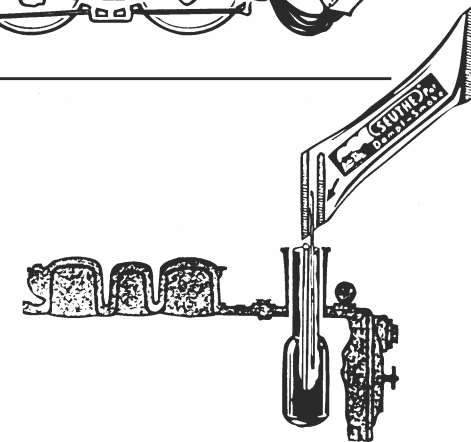

Fig. 10
**Ausführung für Wechselstrom:** siehe Fig. 10 + (I - XX).
**Version en courant alternatif:** voir fig. 10 + (I - XX).
**A.C. operation:** see fig. 10 + (I - XX).